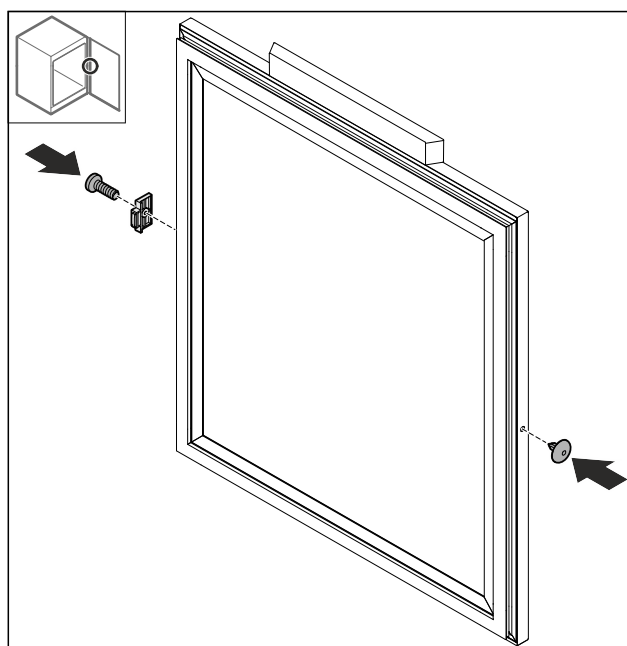

Fig. 74
- Монтирайте ограничителя на вратата Fig. 74 (1), завъртян на 180°, на противоположната страна.
- Поставете капака Fig. 74 (2) на противоположната страна.